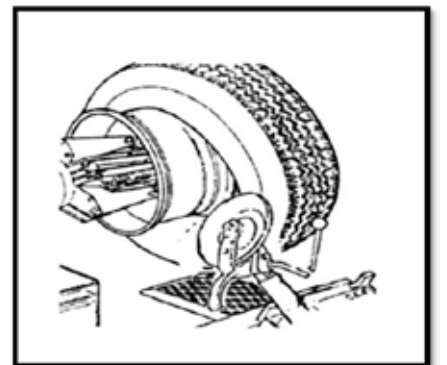

Рис. 12
- (8) Переведите рукоятку инструментальной консоли к внутренней части шины, установите диск рядом с бортом, вращайте колесо против часовой стрелки, чтобы полностью снять внутренний борт шины с колеса (рис. 12).